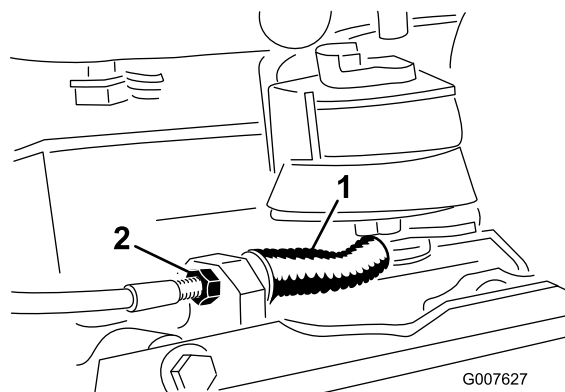

図 33
- ケーブルの張りをゆるくするには、ケーブルの前ジャムナットをゆるめて後ジャムナットを締める図 33。必要に応じて上記ステップ1と2を繰り返して再調整する。
- ケーブルの張りを強くするには、後ジャムナットをゆるめて前ジャムナットをゆるめる図 33。必要に応じて上記ステップ1と2を繰り返して再調整する。